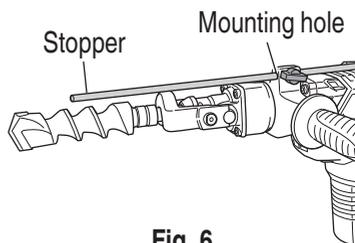

Fig. 6
3. Install the stopper (**Fig. 6**)